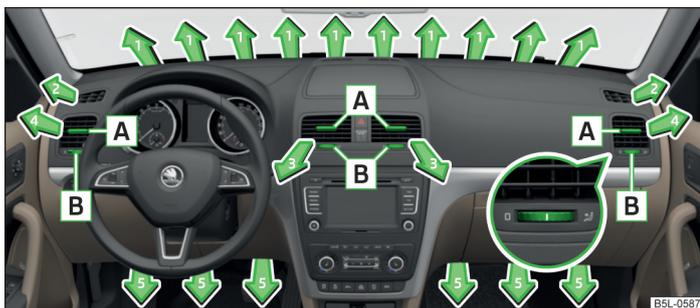
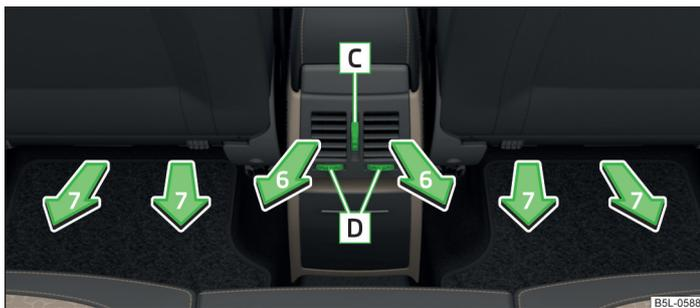

Fig. 91 Difusores de aire delanteros
Fig. 92 Difusores de aire traseros
En los difusores de aire **3, 4** » fig. 91 y **6** » fig. 92 se puede modificar el sentido de la corriente de aire, y los difusores se pueden también cerrar y abrir individualmente.
» Gire el regulador giratorio **B** hasta la posición » fig. 91.
» Gire el regulador giratorio **B** hasta la posición **0** » fig. 91.
» Gire el regulador giratorio **C** entre las posiciones finales » fig. 92.
» Gire el regulador giratorio **C** hasta la posición final » fig. 92.
» Mueva las láminas horizontales mediante el elemento de ajuste **A** hacia arriba o abajo para cambiar la altura de la corriente de aire » fig. 91.
» Mueva las láminas horizontales mediante el elemento de ajuste vertical **C** hacia arriba o abajo para cambiar la altura de la corriente de aire » fig. 92.
- Los difusores **6** » fig. 92 los tienen sólo los vehículos con consola central alta.